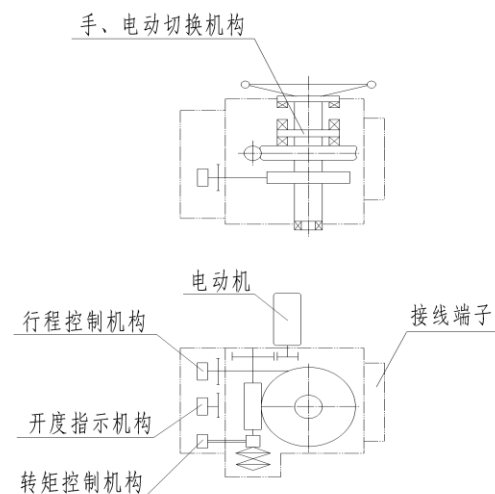
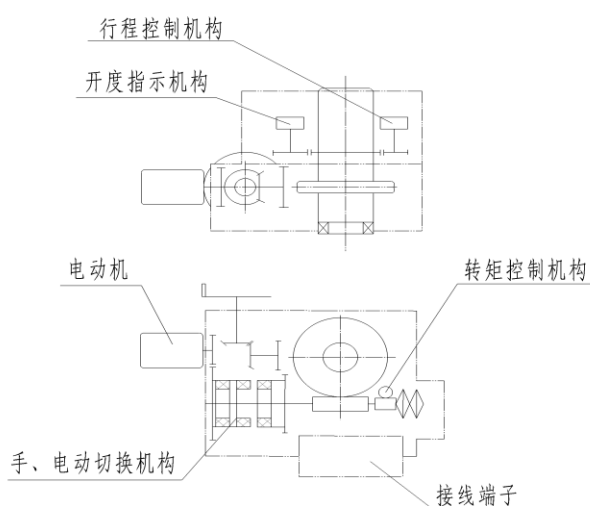

图 1 HZ5-HZ30 传动原理图
图 2 HZ45-250 传动原理图
3、HZ 系列阀门电动装置由阀门专用电动机、减速器、行程控制机构、转矩控制机构、开度指示器、手电动切换机构及现场操作机构等组成, 其机械传动原理见图 1、图 2, 其中 HZ350、HZ500 是在图 2 的基础上加一级减速器组成。HQ、HKQ 系列阀门电动装置是在 HZ 系列的基础上加一级行星齿轮减速器或蜗轮蜗杆减速器